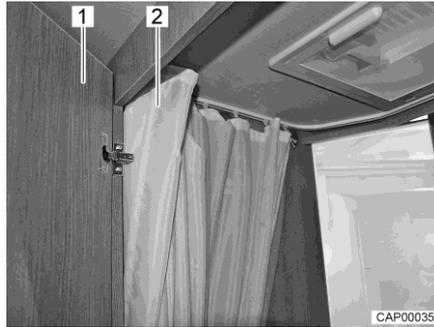

Bild 95 Toilettenraum mit Dusche
- Zum Duschen die Tür (Bild 95,1) schließen und den Duschvorhang (Bild 95,2) komplett zuziehen, so dass alle Wände geschützt sind.